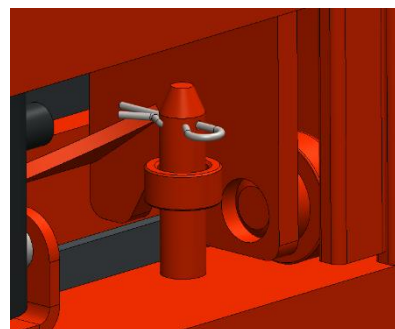

Figura 6.5 – Cavilha de segurança do bloqueio
9. Retire a cavilha de segurança do mecanismo de bloqueio que impede a abertura do Elevador antes do engate deste ao trator (*Figura 6.5*).